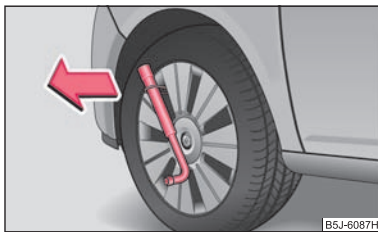

Abb. 149 Radvollblende ausbauen
- Schieben Sie den Radschlüssel durch den Bügel, stützen Sie den Radschlüssel an dem Reifen ab und ziehen Sie die Blende ab ⇒ Abb. 149.